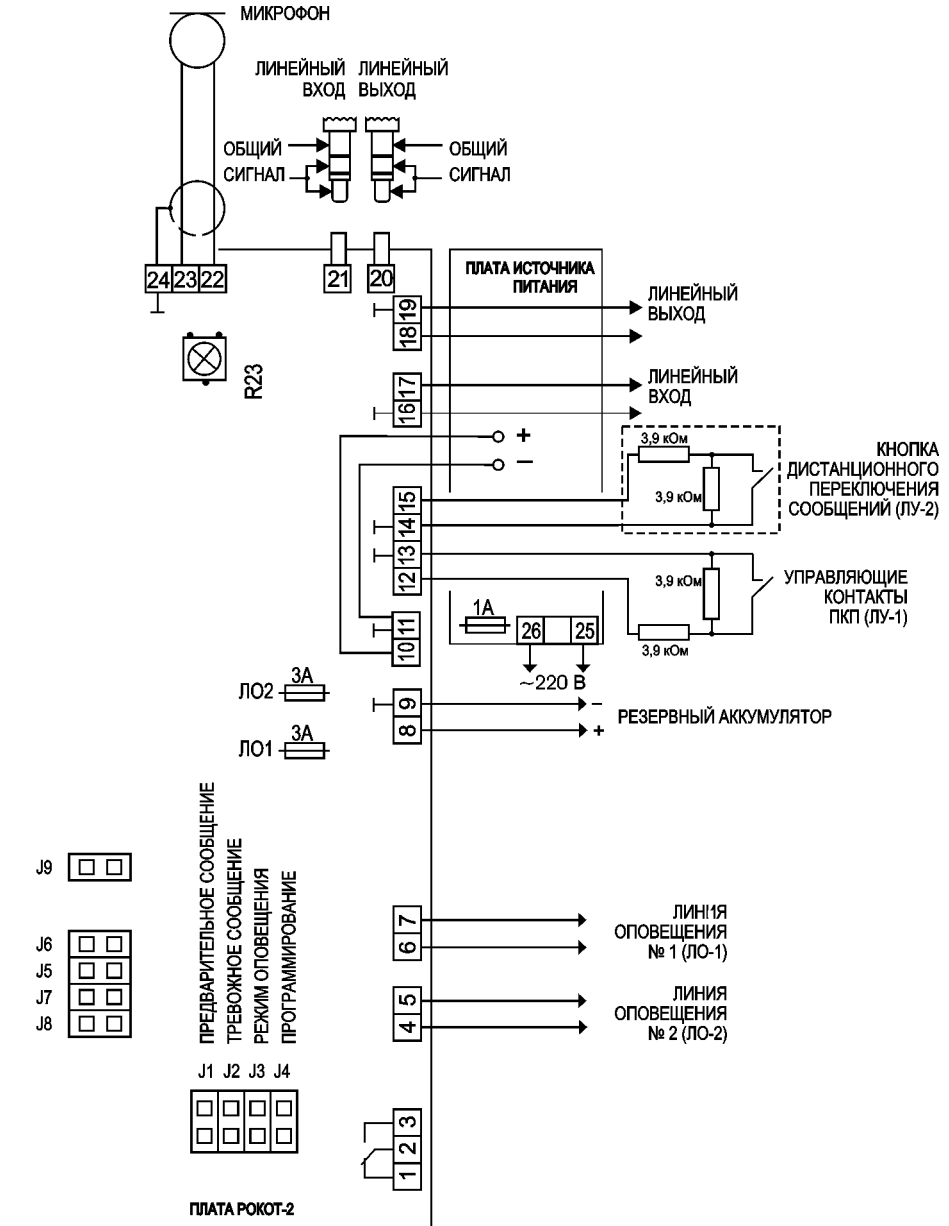

Рис. 2 Схема подключения «РОКОТ-2»
Прибор содержит реле для сигнализации о собственной неисправности. Выводы реле соединены с клеммником (контакты №1-3, см. рис. 2). В нормальном состоянии контакты клеммника №2 и №3 замкнуты. Эти контакты размыкаются в следующих случаях:
На плате контроллера расположены следующие клеммные колодки (смотри схему внешних соединений, рис. 2):
- С помощью джамперов J1-J3 выберите тактику оповещения и передаваемые сообщения. Расположение джамперов на плате контроллера показано на схеме внешних соединений (рис. 2).
- Включите режим трансляции через микрофон. Подстроечным резистором R23 (см. схему внешних соединений на рис. 2) добейтесь максимально громкого звукового сигнала при отсутствии искажений. Прибор «РОКОТ-2» рассчитан на использование только с электродинамическими микрофонами.